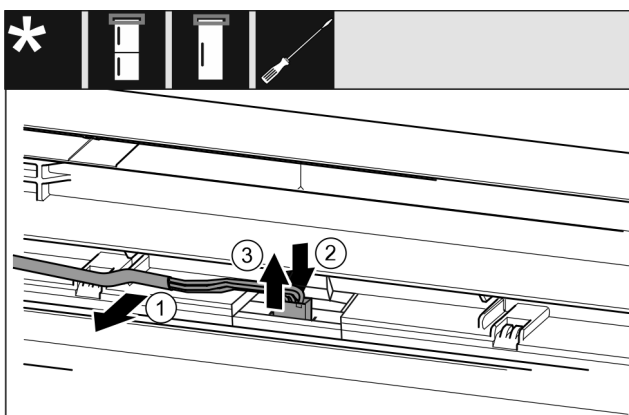

Fig. 20 Kühl-/Gefrierkombinationen / Gefriergeräte / Kühlgeräte
- ▶ Kabel Fig. 20 (1) vorsichtig aus der Führung in der Tür lösen.
- ▶ Lasche Fig. 20 (2) hinter dem Stecker nach hinten drücken.
- ▶ Stecker Fig. 20 (3) vorsichtig nach oben herausziehen.